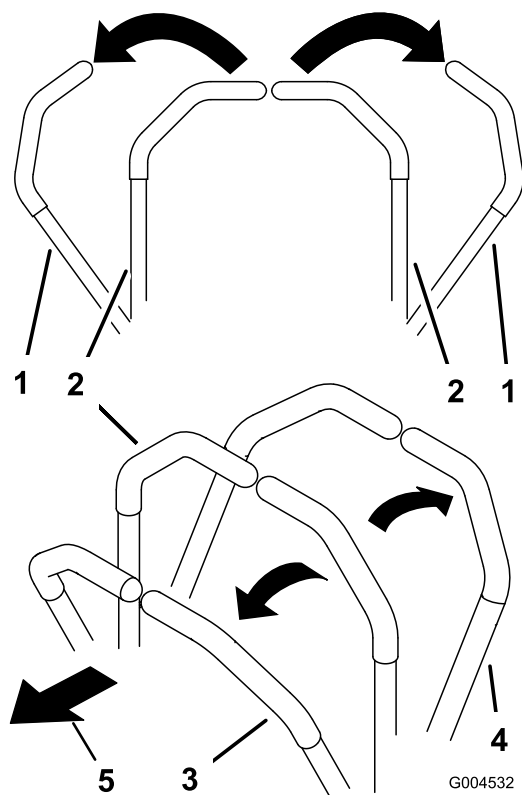

図 23
- ・ 前方への直進走行両方のレバーをゆっくりと前に押す(図 23)。
- ・ 後方への直進走行両方のレバーをゆっくりと後に引く(図 23)。
- ・ 旋回両方のレバーを手前に引いて走行速度を落とし、曲がりたい方向と反対側のレバーを押す(図 23)。